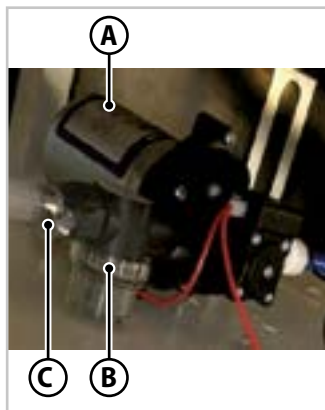

Fig.7.1 - Eksternt vannpumpefilter
3. Få tilgang til vannpumpen (**A** - Fig.7.1) ved å fjerne putene fra dinettesofaen og ta av dekelet til vanntankrommet.
4. Skru av plastkoblingen (**C** - Fig.7.1) som kobler filteret til eksosrøret.
5. Skru av det gjennomsiktige dekelet (**B** - Fig.7.1) på filteret og fjern